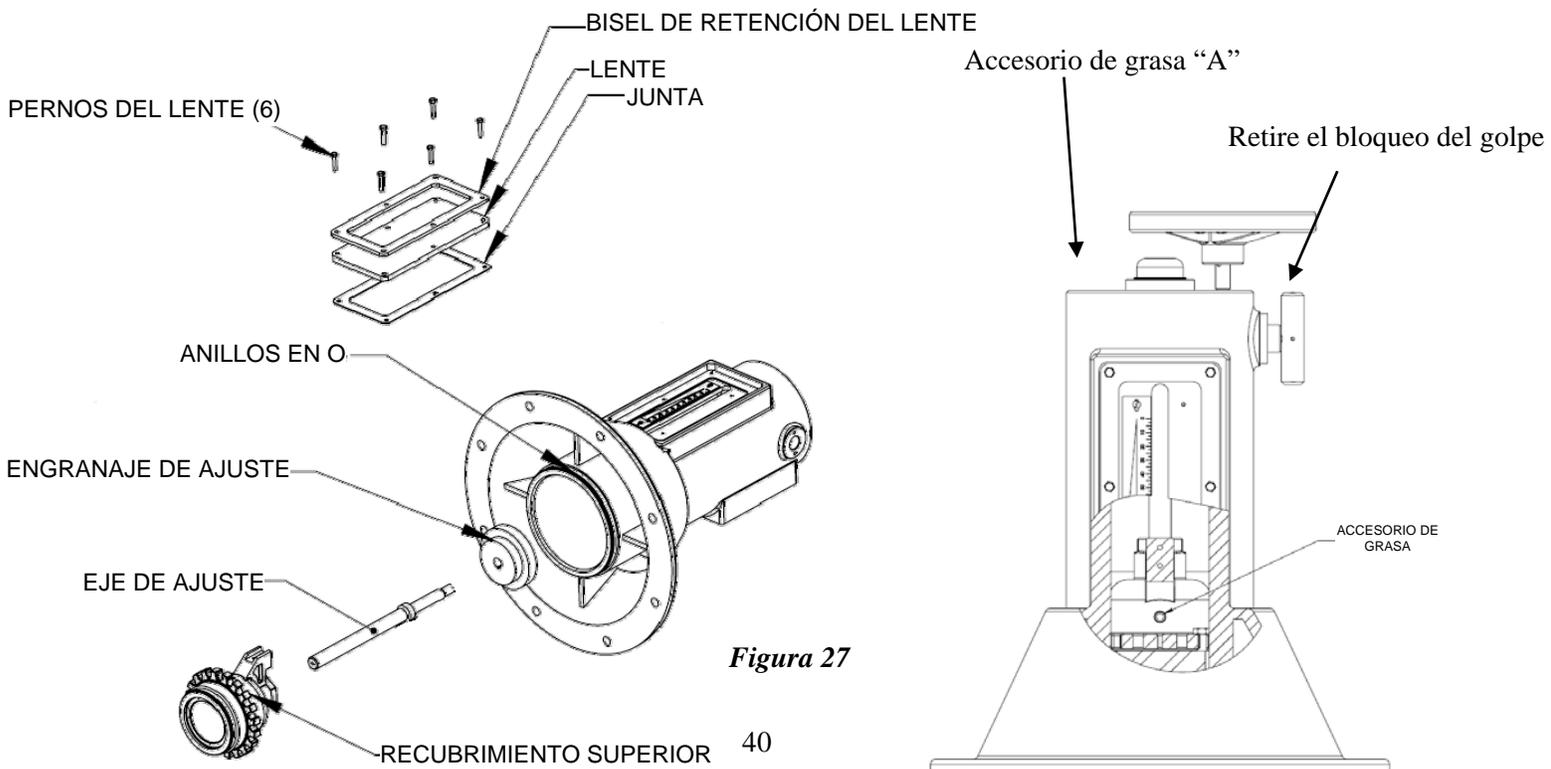

Figura 27
El recubrimiento de ajuste del golpe tiene accesorios de grasa que necesitarán mantenimiento (Consulte la Figura 27).
2. Para entrar al accesorio de grasa retire los pernos de la cubierta del lente (6).
6. Utilice una pistola de grasa estándar para inyectar Grasa para Servicio Pesado (por ejemplo, grasa de complejo de litio NLGI #2) hacia el accesorio de grasa "A" hasta que se vea que la grasa está saliendo del área del engranaje. Para observar el área del engranaje en el recubrimiento de ajuste del golpe, retire el mecanismo de bloqueo del golpe del recubrimiento de ajuste del golpe. Véase la Figura 27, foto derecha.